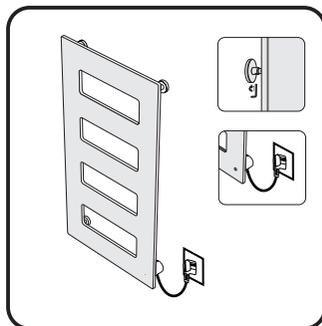

Рис. 12
5.14. Вденьте установленные на дизайн-радиаторе шпильки в посадочное отверстие кронштейна и закрепите стопорными винтами (рис. 12).
5.15. По окончании установки включить электрошнур в электросеть, светодиод загорится синим светом (рис. 12). Изделие готово к работе.